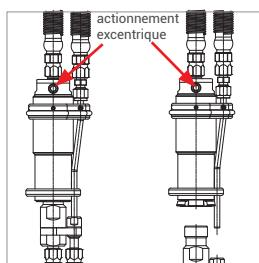

Figure 12
- ▶ Introduisez l'insert d'about (pos. 7), avec le flexible de remplissage monté, dans le corps d'accouplement (pos. 1) et, le cas échéant, la conduite de retour du gaz (pos. 6) (*Figure 12*).